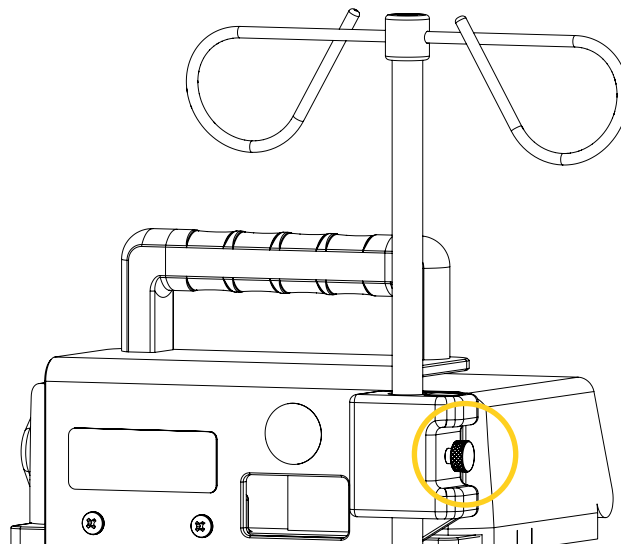

Figure 18: Localisation du bouton à déclenchement rapide du support pour tige à soluté
2. Repérer le bouton à déclenchement rapide sur le support pour tige à soluté (Figure 18).